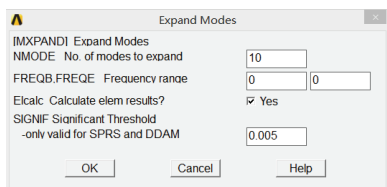

图 4-116 扩展模态设置对话框
17) 选择 Main Menu | Solution | Load Step Opts | ExpansionPass | Single Expand | Expand Modes 命令，出现 Expand Modes 对话框，参照图 4-116 所示对其进行设置，单击 OK 按钮关闭该对话框。